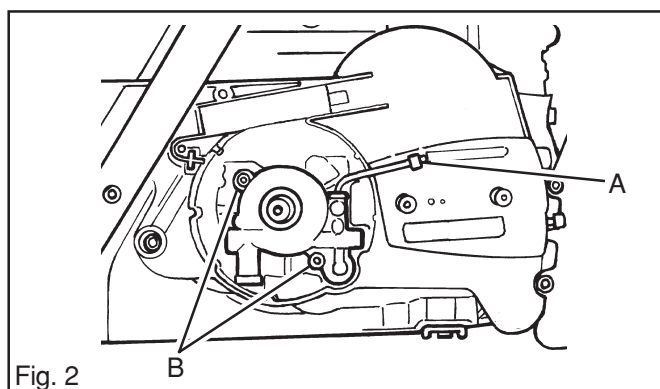

Fig. 2
4. Graisser le palier à aiguilles avant le montage. Monter le tambour d'embrayage (C) avec le palier à aiguilles (D) et le pignon de la chaîne (E). Voir la fig. 2 page 24.
5. Monter la rondelle et la bague de blocage (B). Voir la fig. 2 page 24.
4. Retirez les deux vis (B) et sortez la pompe à huile du carter moteur. Voir la fig. 2.
5. Utilisez un tournevis et poussez le tube de graissage au niveau du point A. Plier le tube et le sortez de la pompe à huile. Voir la fig. 2.
6. Monter la pompe à huile dans le carter moteur. Monter le tube de graissage avec les garnitures. Voir la fig. 2 p. 28.
7. Serrer les vis selon un couple de 5 Nm. Voir la fig. 2 p. 28.
- Unité de mélange, B dans la fig. 2.